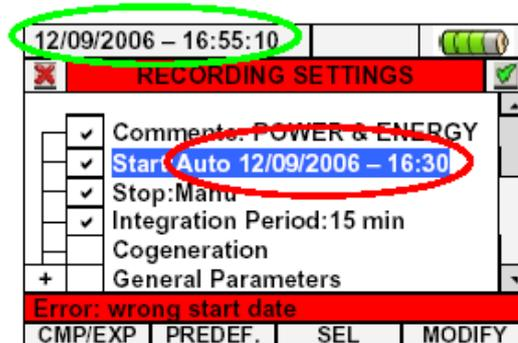

Рис.110: Дата/время установлены неправильно
4. Нажмите кнопку **SAVE** (сохранить) или **ENTER** (ввод) (или иконку ) , чтобы сохранить настройки. Экран, показанный на рис. 110, выводится на дисплей, если значения Дата/Время установлены неправильно. В этом случае нажатие кнопки **SAVE** не даст результата. Повторите шаги 2 и 3 и правильно установите значения, после чего еще раз нажмите кнопку **SAVE**.